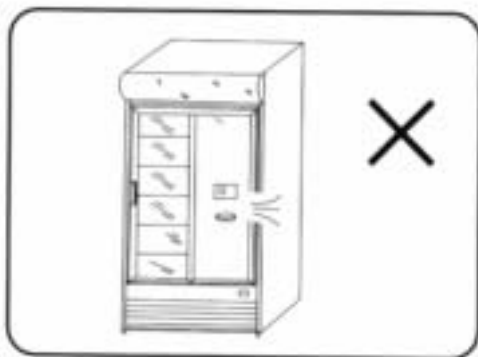

图 13
4. 取放食品时要小心，不要向柜内扔食品，以免碰伤制冷管路。(图13)